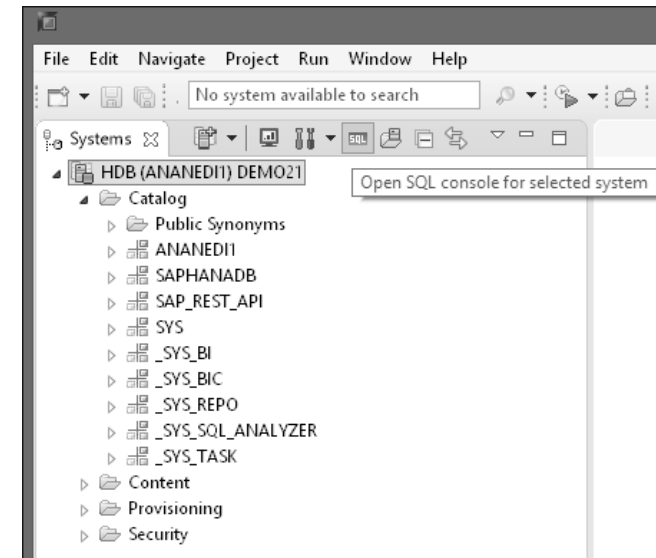

Abbildung 3.7 SQL-Konsole öffnen
1. Öffnen Sie die SQL-Konsole über die entsprechende Schaltfläche (SQL) in der Funktionsleiste der Registerkarte **Systems** (siehe Abbildung 3.7).